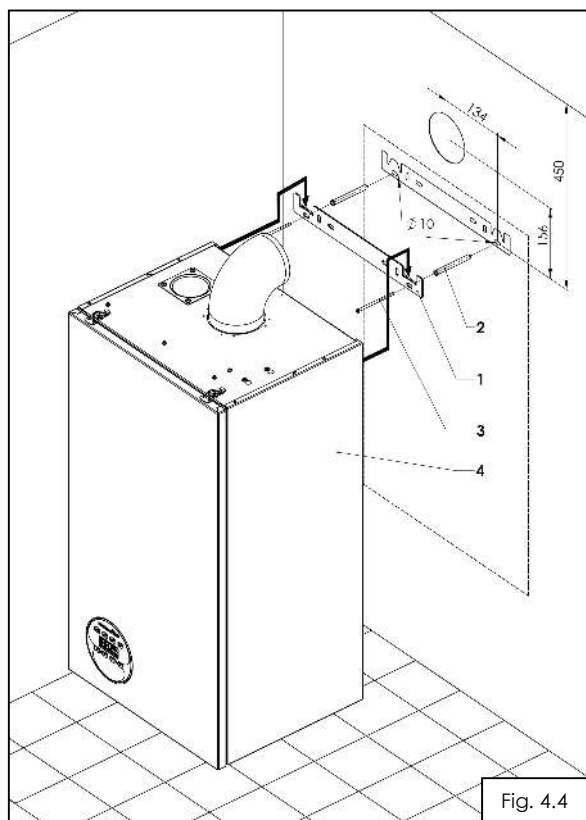

Fig. 4.4
- Executati prin gaurire doua orificii pentru fixarea suportului centrala (1);
- montati suportul centrala (1) cu diblurile si suruburile furnizate (2, 3) pe perete (fig.4.4);
- suspendati centrala (4) pe suportul centrala.